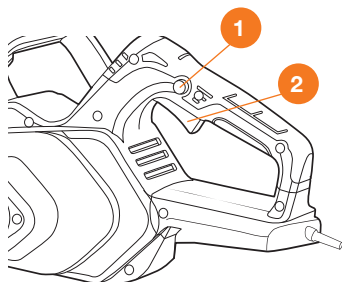

Рис. 6
- Зажмите кнопку кнопку блокировки включения ①.
- Нажмите клавишу включения ②. Двигатель работает и цепь начнет вращение (Рис. 6).
- Для остановки двигателя отпустите клавишу включения ②.